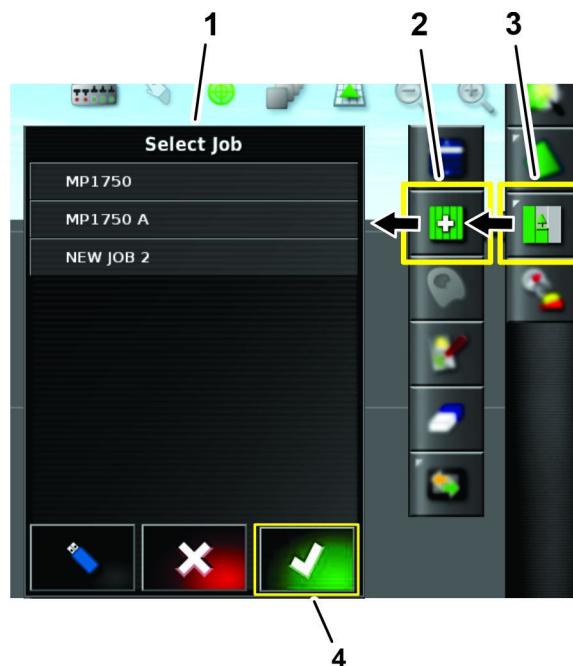

図 161
7. 作業メニューアイコンを押す 図 161。
8. 作業選択アイコンを押し、作業選択リストで作業を選び、承認アイコンを押す 図 161。